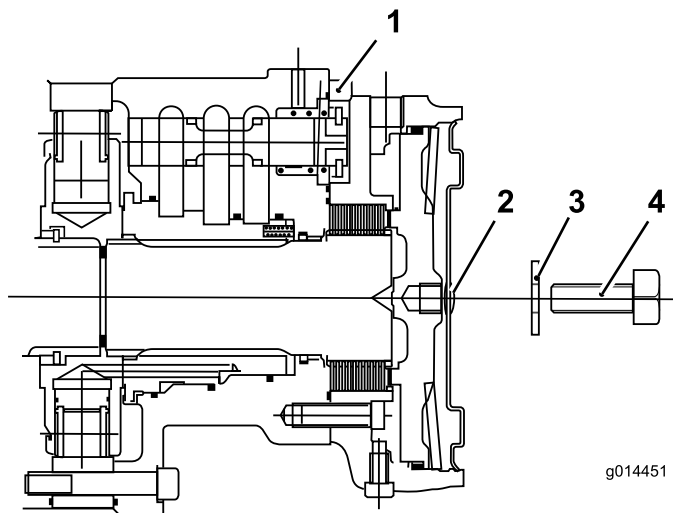

Bild 64
- C. Montieren Sie die Sechskant-Verschlussschraube an die Motorendplatte (Bild 64).